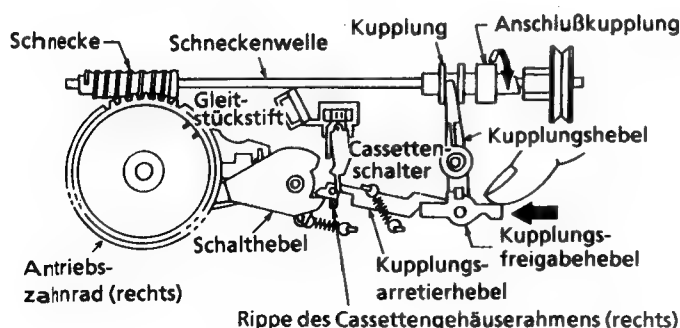

Abbildung 1-16.
1. Das Gleitstück durch Drehen der Anschlußkupplung in Pfeilrichtung (gegen den Uhrzeigersinn) verschieben, bis sich der Gleitstückstift an der Unterseite der Gleitstücknut (Abbildung 1-16) befindet (Lade-Betriebsart).
2. Wenn die Position wie in Abbildung 1-16 vorliegt, den Kupplungsfreigabehebel von Hand in Pfeilrichtung drücken, bis der Kupplungsarretierhebel durch die Rippe am rechten Cassettengehäuse Rahmen fest arretiert wird.